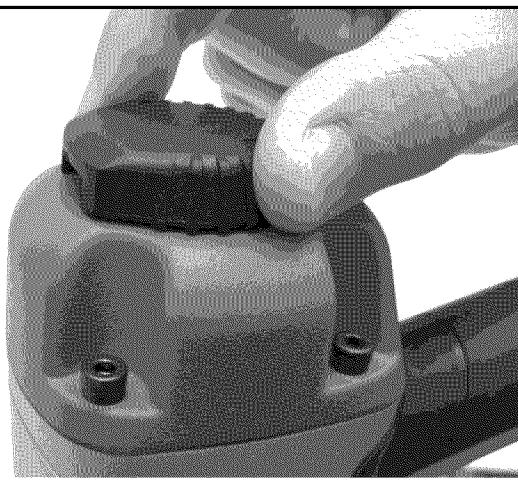

Figura 8 - Ajuste del Deflector de Escape
- El deflector de escape puede colocarse para apuntar en cualquier dirección (movimiento total de 360°). Vuelva a colocar el deflector agarrándolo de manera firme y girándolo hacia la posición deseada (véase la Figura 8).